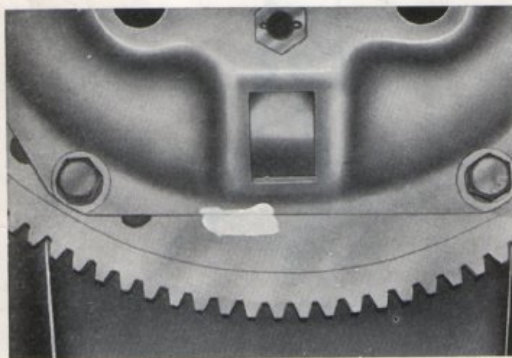

Bild 9. Sammärkning av koppling och svänghjul
6. Kontrollera att koppling och svänghjul är märkta med färg enligt bild 9. Märk i annat fall upp koppling och svänghjul samt tryckplatta med körslag. Detta måste göras för att montering efter reparation av kopplingen skall kunna ske i det läge, i vilket den tidigare varit monterad.